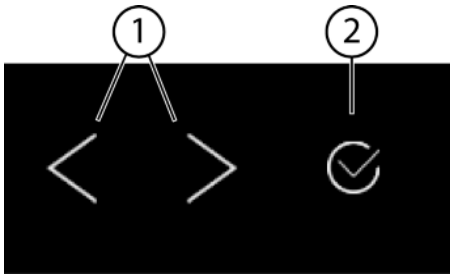
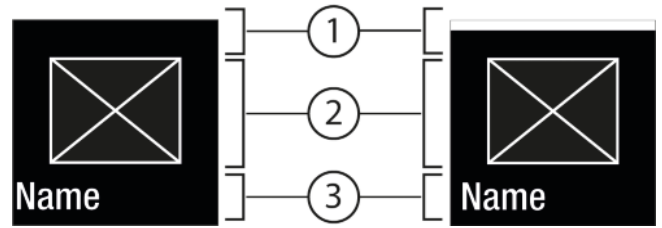
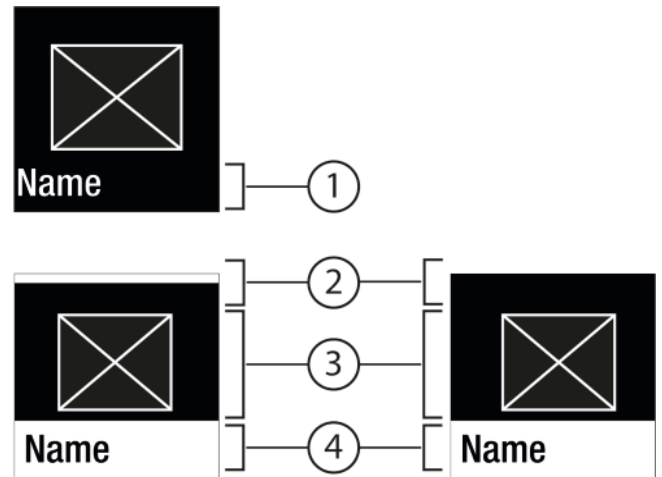

Fig. 5
Fig. 6
Fig. 7
- (1) Navigationspfeil links / rechts (2) Bestätigen
Navigationspfeil links / rechts Fig. 5 (1):
Bestätigen Fig. 5 (2):
- Mit Navigationspfeil links / rechts Fig. 5 (1) navigieren.
- Mit Bestätigen Fig. 5 (2) die Funktion / Einstellung aktivieren Fig. 6 (1) / deaktivieren Fig. 6 (1).
- Mit Bestätigen Fig. 5 (2) das Untermenü Fig. 7 (4) aufrufen.
- Neuen Wert einstellen: Mit Bestätigen Fig. 5 (2) einen deaktivierten Wert Fig. 6 (1) auswählen.
- Zurück ins Menü: Mit Bestätigen Fig. 5 (2) den bereits aktivierten Wert Fig. 6 (2) auswählen.
- ▶ Navigationspfeile *Fig. 5 (1)* so oft drücken bis Funktion angezeigt wird.
- ▶ Bestätigen *Fig. 5 (2)* drücken.
- ▶ Navigationspfeile *Fig. 5 (1)* so oft drücken bis die Funktion angezeigt wird.
- ▶ Mit Navigationspfeile *Fig. 5 (1)* Einstellung-Wert wählen.
- ▷ Status: aktiviert *Fig. 6 (1)* erscheint kurz im Untermenü *Fig. 7 (4)*.
- ▶ Navigationspfeile *Fig. 5 (1)* so oft drücken bis Einstellungen  angezeigt wird.
- ▶ Navigationspfeile *Fig. 5 (1)* so oft drücken bis die gewünschte Einstellung angezeigt wird.
- ▶ Bestätigen *Fig. 5 (2)* 3 Sekunden lang drücken.